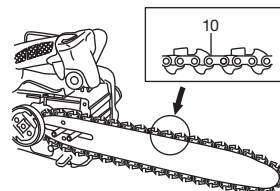

Fig. 4
4. Vérifiez si la direction de la chaîne est correcte comme indiqué sur la figure et alignez la chaîne sur le pignon (Fig. 4).